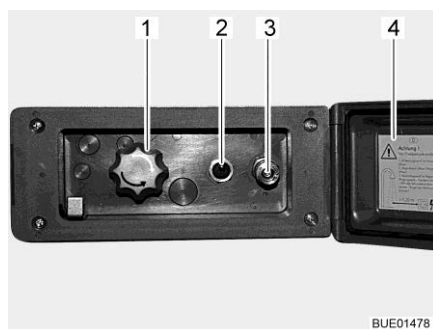

Bild 173 Duschanslutning utsida
- Lås upp och öppna locket (Bild 173,4).
- Anslut ytterduschens slang med snabbkopplingen (Bild 173,3).
- Koppla in vattenpumpen med brytaren (Bild 173,2).
- Ställ in vattentemperaturen enligt önskemål med vredet (Bild 173,1).
- Koppla ur vattenpumpen med brytaren (Bild 173,2).
- Stäng locket (Bild 173,4) och lås det med nyckeln.
- Ställ vredet (Bild 173,1) på mittläget.